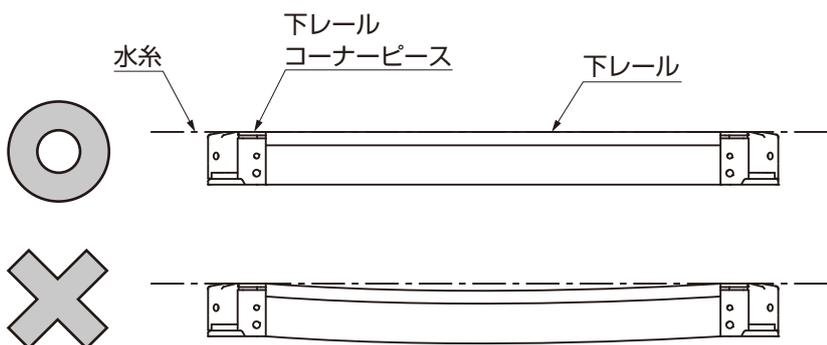

図12-3
- 下レールは水糸などを使用して水平になるように調整してください。床の状態に合わせて、下レールの下にスペーサーを入れるなどの調整をしてください。(図12-3参照)